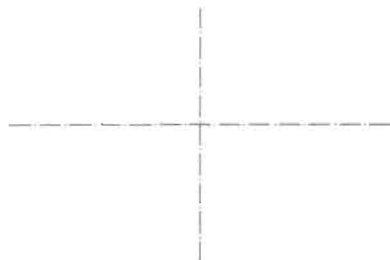

图 3-114
(1) 单击“直线”按钮 , 在视图中绘制两条垂直相交的辅助线,如图 3-114 所示。